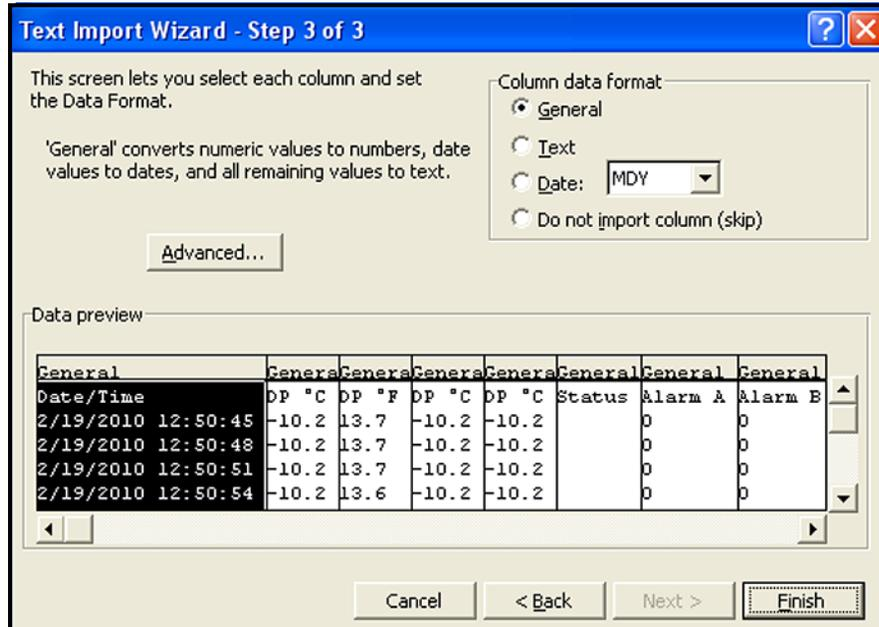

Рисунок 61: Мастер импорта Microsoft Excel - Шаг 3
3. Выберите требуемые разграничители данных, и щелкните по **Next >**. Откроется окно, подобное тому, что изображено *Рисунок 61* ниже.
4. Выберите каждый столбец и настройте требуемый формат данных для данного столбца (см. *Рисунок 61* ниже).